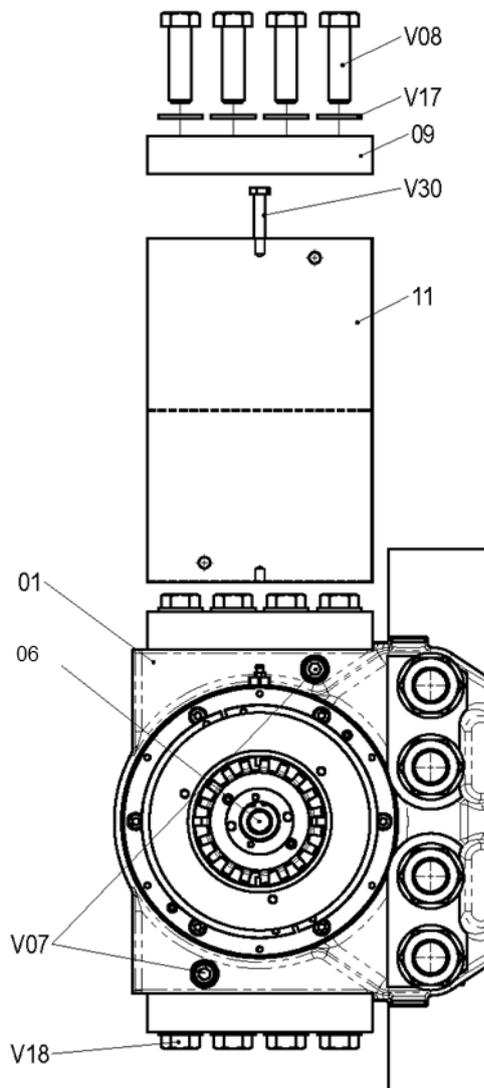

Bild 5.6
4. Mit einem Schraubenschlüssel oder einem Steckschlüssel ziehen Sie nun die Schraube für die Verschleißeinstellung **06** an bzw. lockern sie, bis der Spalt zwischen Belag und Scheibe ausreichend ist für das Einsetzen des neuen Belags Bild 5.6, siehe Kapitel 5.3.